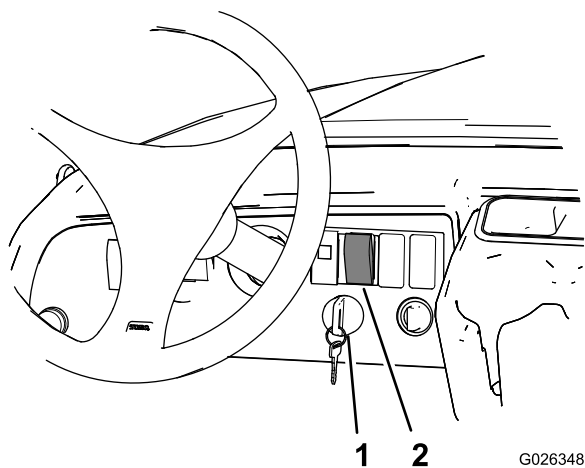

Figura 22
3. Girate l'interruttore a chiave in posizione On (Figura 22).
4. Premete la metà superiore dell'interruttore di sollevamento del pianale fino a quando l'attuatore del pianale non è completamente esteso (Figura 22).
5. Girate l'interruttore a chiave in posizione Off (Figura 22).